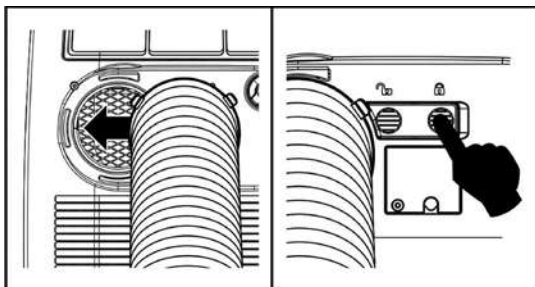
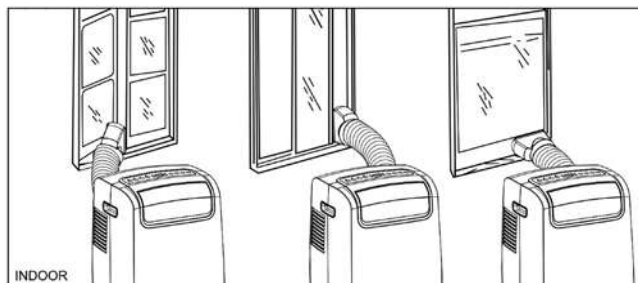

Abb. 3 & 4
Abb. 5
1/ Schließen Sie die Abluftdüse (15) am Abluftanschluss ohne Kerben (14)2/ Schließen Sie den anderen Abluftanschluss (13) am Luftauslass (9) an der Rückseite des Geräts an und drücken Sie zur Befestigung den Kippschalter. (Abb. 3 &4) Ziehen Sie den Schlauch (13) auf die gewünschte Länge und positionieren Sie die Abluftdüse (15) durch ein offenes Fenster, wie in Abbildung 5. dargestellt.